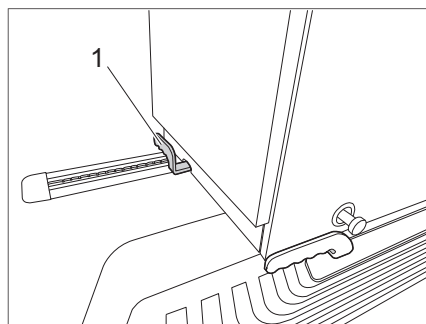

Figura 28 Desbloquear el bloque de cocina
- Tirar hacia arriba palanca de bloqueo (Figura 28,1).